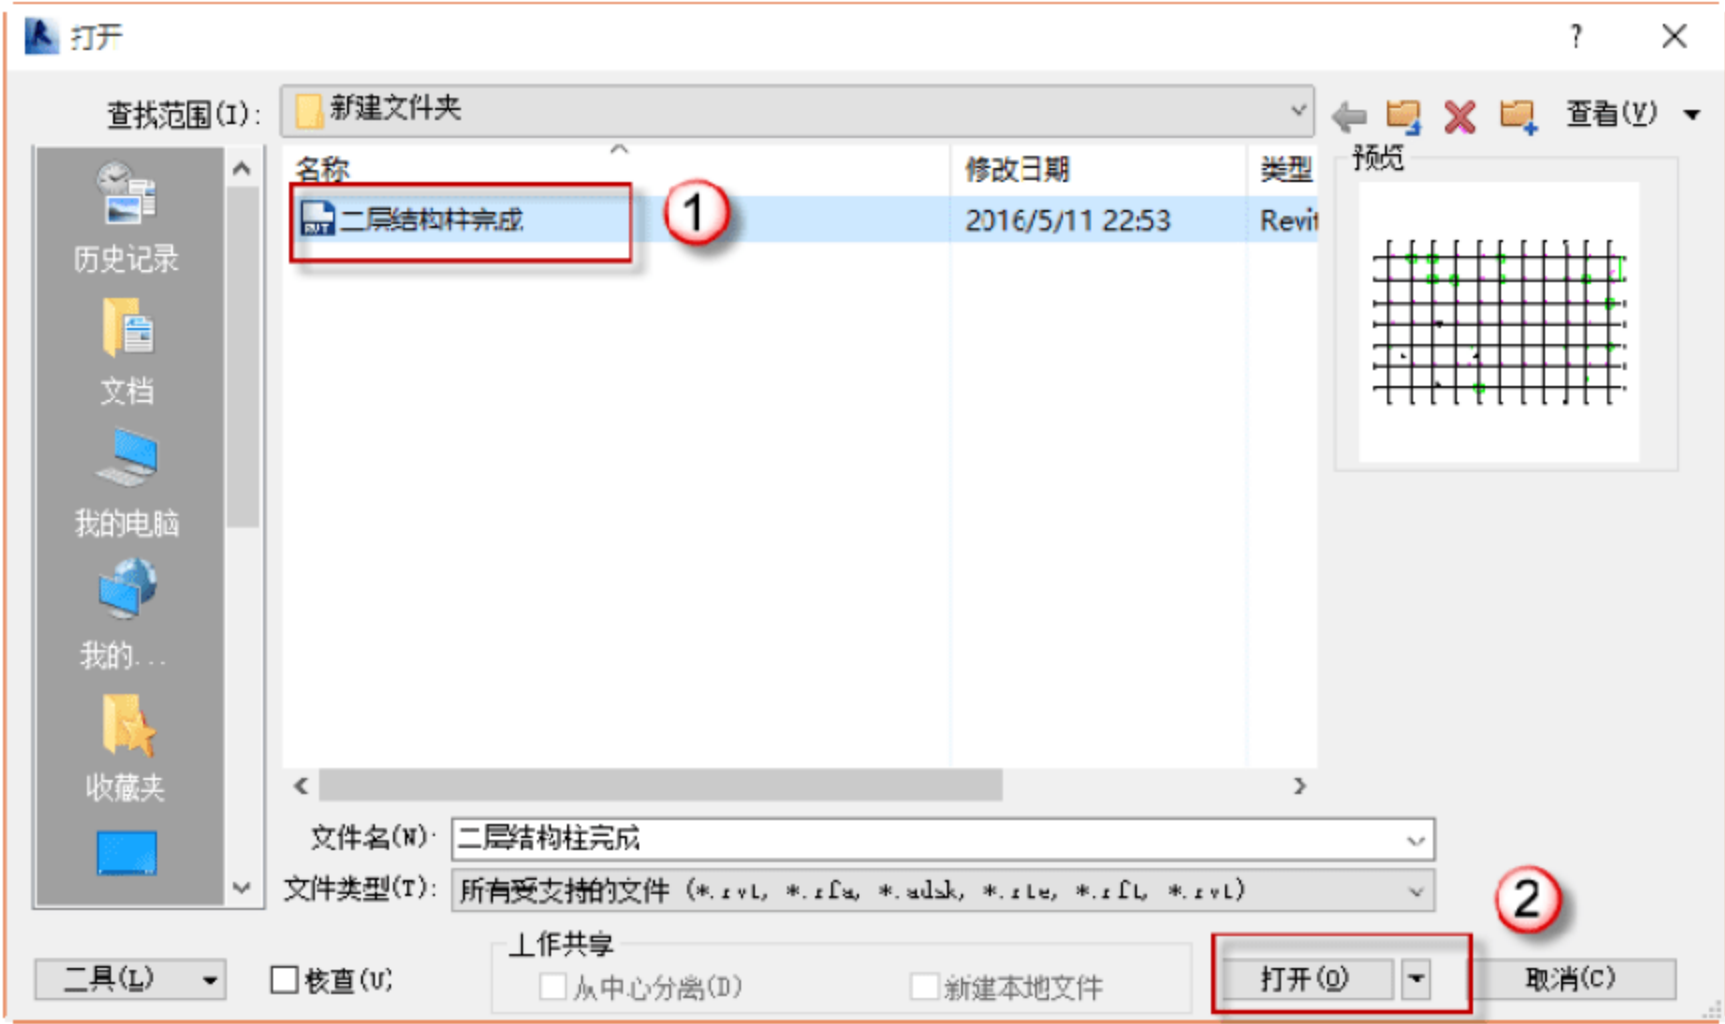

图 4.2.51 打开历史项目
(1) 打开项目文件。单击“打开”按钮，在弹出的对话框中打开保存的文件，或者直接单击“历史项目”按钮，如图 4.2.51 所示。